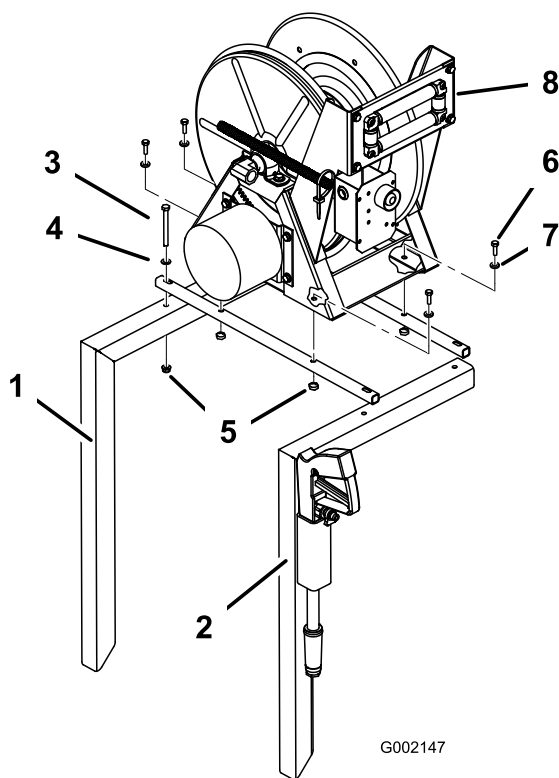

Bild 5
5. Befestigen Sie die zwei Befestigungsrohre der Schlauchtrommel mit vier Schrauben (5/16 x 3-1/4 Zoll), vier Scheiben (Außendurchmesser von 11/16 Zoll) und vier Bundmuttern (5/16 Zoll) oben an den Schlauchrahmen (Bild 5). Ziehen Sie die Befestigungen nicht ganz fest an, um eine spätere Einstellung zu ermöglichen.
6. Montieren Sie die Schlauchtrommel mit 4 Bundbolzen ((5/16 x 1-1/2 Zoll), vier Scheiben (Außendurchmesser von 7/8 Zoll) und vier Bundmuttern ((5/16 Zoll)) an den Befestigungsrohren der Schlauchtrommel (Bild 5). Ziehen Sie die Befestigungen nicht ganz fest an, um eine spätere Einstellung zu ermöglichen.